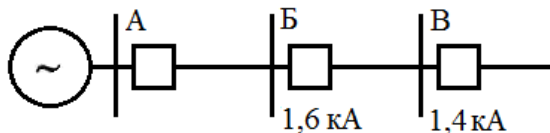

Рис. 1.2. Принципиальная схема трех участков линии с односторонним питанием
6. В сети, показанной на рис. 1.2, установлена МТЗ, причем на подстанции А максимальный рабочий ток равен 500 А, а пусковой орган имеет ток срабатывания 1 кА и коэффициент возврата 0,8. Каким недостатком будет обладать защита, если в пусковом органе коэффициент возврата снизится до 0,4 (из-за увеличения трения в подпятнике оси реле)? Цифрами возле точек КЗ обозначены значения максимальных токов КЗ.
8. Каждый из участков радиальной сети (рис. 1.2) имеет МТЗ с независимой выдержкой времени. Степень селективности равна 0,5 с. Какими недостатками будет обладать защита, если выдержку времени комплекта защиты на подстанции Б уменьшить на 0,5 с, не меняя ничего остального?
9. Каждый из участков радиальной сети (рис. 1.2) имеет МТЗ с независимой выдержкой времени. Степень селективности равна 0,5 с. Какими недостатками будет обладать защита, если выдержку времени комплекта защиты на подстанции Б увеличить на 0,5 с, не меняя ничего остального?